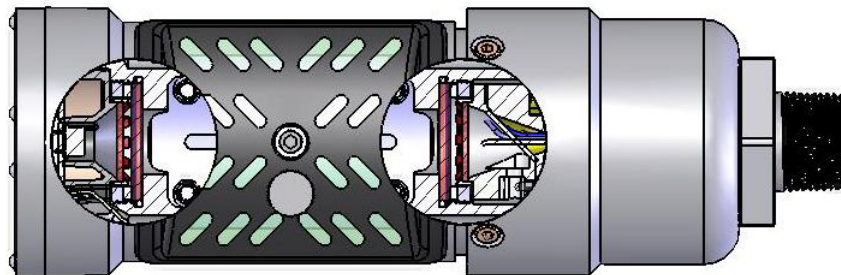

Figure 8: Emplacements des fenêtres optiques de l'IR400
- Lorsque la remise à zéro de l'appareil est terminée, la DEL va s'allumer et clignoter rapidement une fois par seconde pendant 30 secondes (Zéro terminé sur la figure 8).
- Lorsque la remise à zéro de l'appareil est terminée, la DEL va s'allumer et clignoter rapidement une fois par seconde pendant 30 secondes (Zéro terminé sur la figure 8)